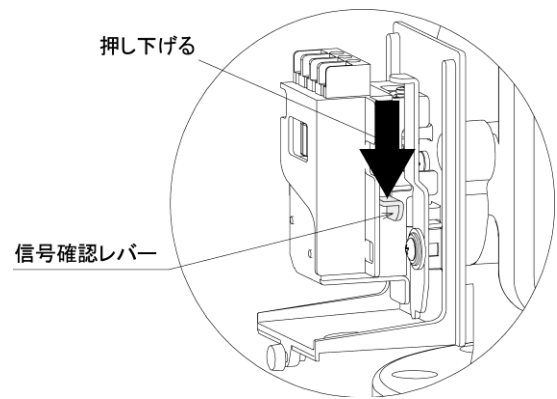

図 9. 信号確認レバー部詳細
(5) 作動信号の確認 (図 9 参照)
①流水検知部の信号確認レバーを信号が発信されるまで (約 20 秒間) 指で押し下げてください。